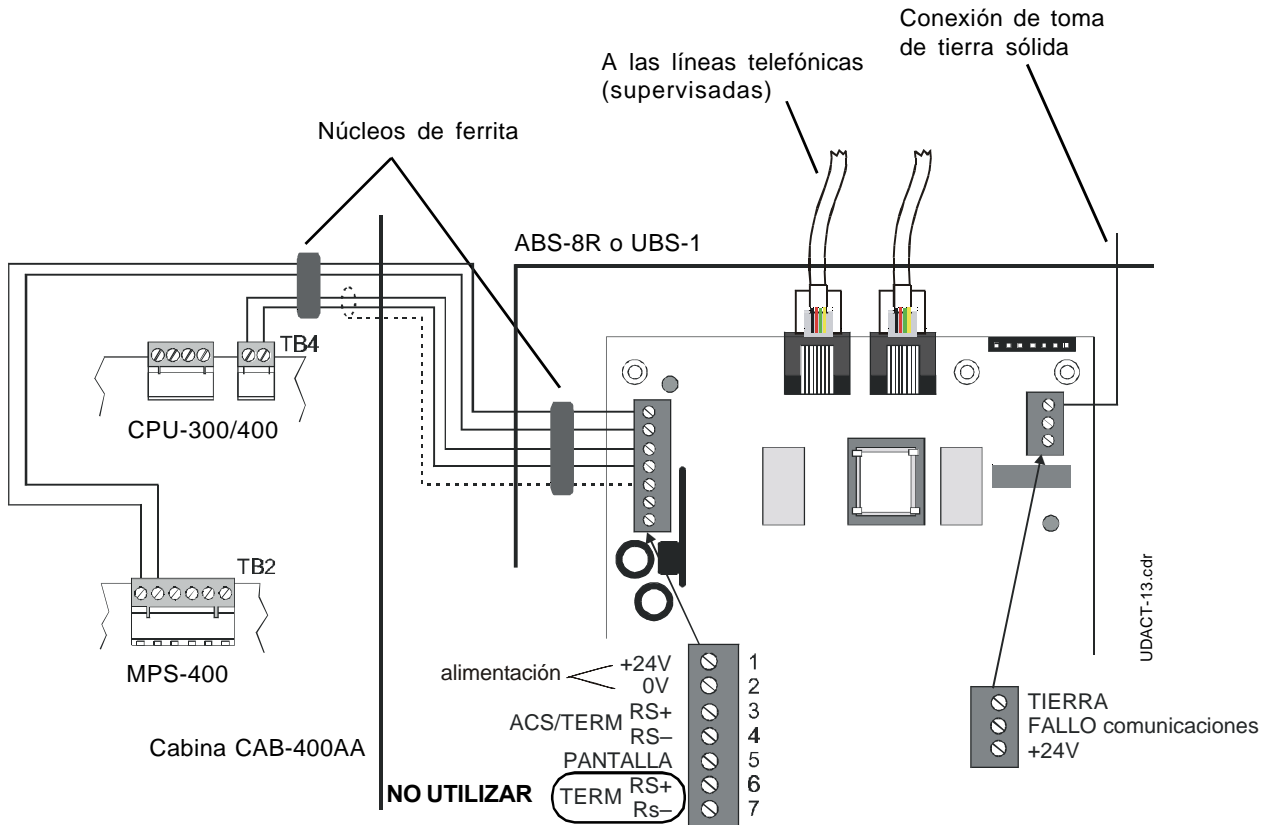

Figura 20. UDACT y AFP-300/400 en CAB-AA
3. No es necesario utilizar cable apantallado (a menos que lo requieran las normas locales). Si utiliza cable apantallado, conecte únicamente un extremo de la pantalla: a) la pantalla se puede conectar a la cabina (toma de tierra) del panel de control o b) la pantalla se puede conectar al terminal 5 (pantalla) del TB1 en el UDUCT, tal y como muestra la figura 20.